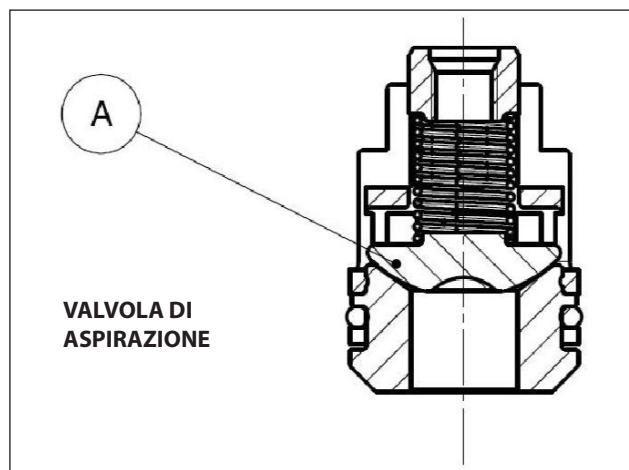
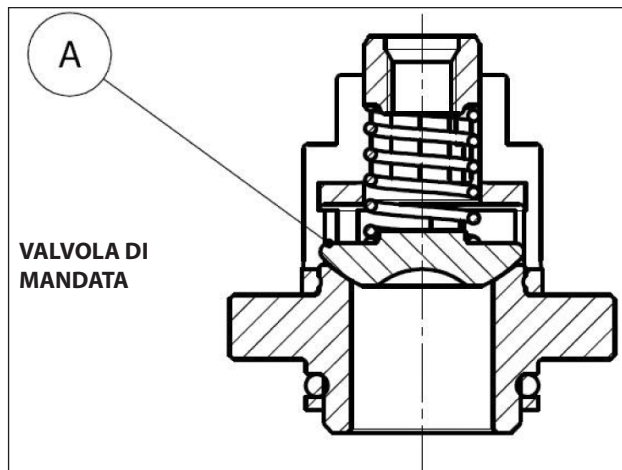

Fig. 26
Fig. 27
2. Per versione HF18 inoltre fare attenzione a non invertire anche le valvole sferiche di aspirazione con quella di mandata "A" (Fig. 26, Fig. 27), pos. esploso 46 come indicato nel capitolo 16 del *Manuale uso e manutenzione*.